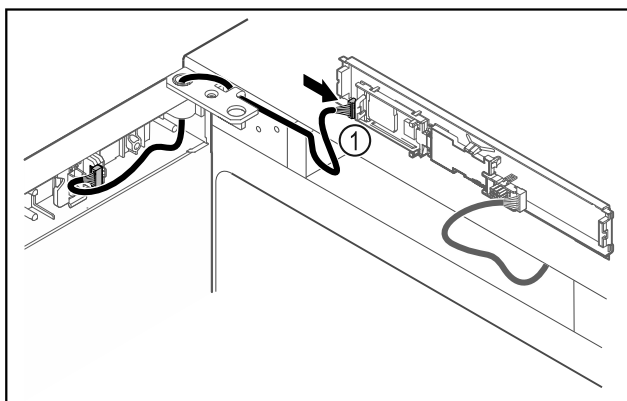

Fig. 43
- ▶ Sätt i kontakten Fig. 43 (1) på kretskortet.